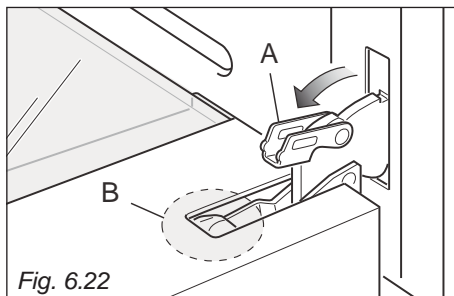
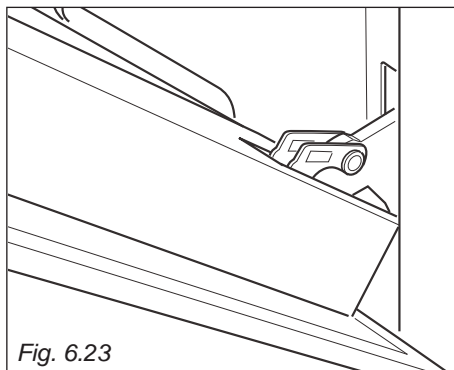

Fig. 6.22
Fig. 6.23
- Aprire completamente la leva "A" delle cerniere destra e sinistra (fig. 6.22).
- Socchiudere dolcemente la porta (fig. 6.23) fino a quando le leve "A" delle cerniere destra e sinistra si agganciano alla parte "B" della porta (fig. 6.22).
1. Assicurarsi che la porta sia bloccata aperta (vedere fig. 6.23).